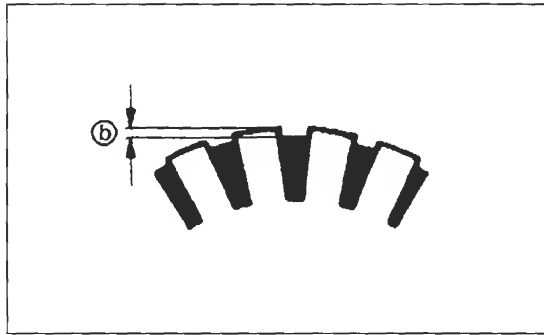

Bild 78 ▶
- Starterrelais wie in Bild 78 dargestellt mit Strom versorgen → Starter muss arbeiten.
- Bürstenhalterplatte ① an Gehäuse anbringen.